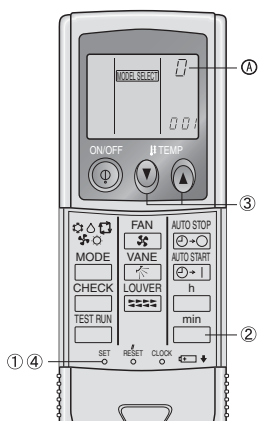

Fig. 6-9
3) Asignación de un controlador remoto inalámbrico por infrarrojos a cada unidad (Fig. 6-9)
4) Operación de ajuste del número de par del controlador remoto inalámbrico por infrarrojos (Fig. 6-9)
- ① Pulse el botón SET con algún objeto puntiagudo.